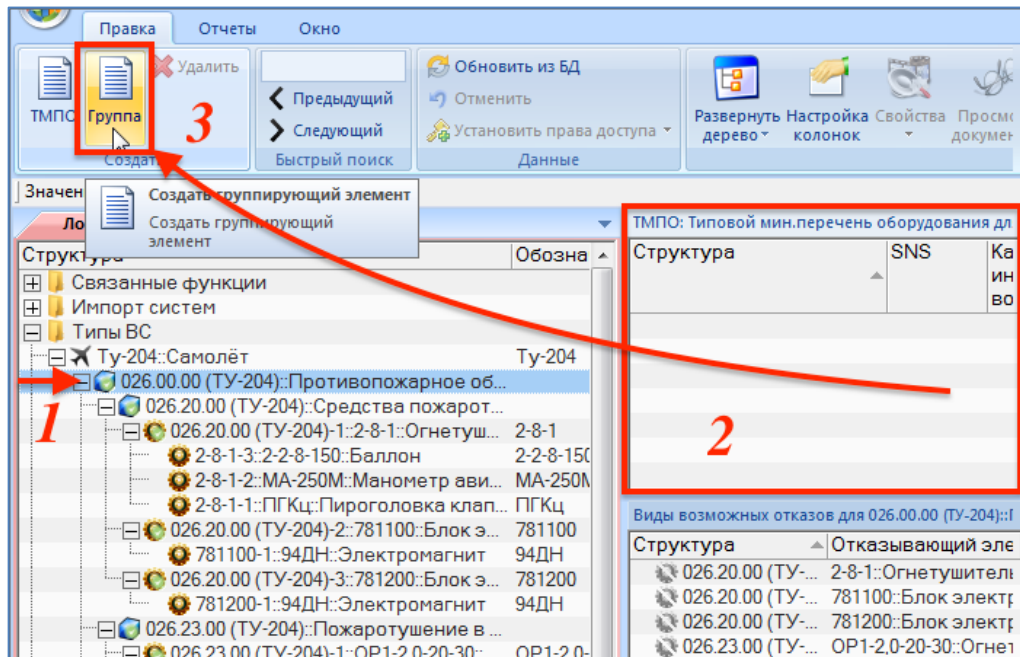

Рис. 10-246 – Создание группы в ТМПО
1) Открыть группу рабочих окон, предназначенных для подготовки ТМПО, выбрав в меню управляющей кнопки пункт «АЛП» → «Типовой мин. перечень оборудования» (рис. 10-246).